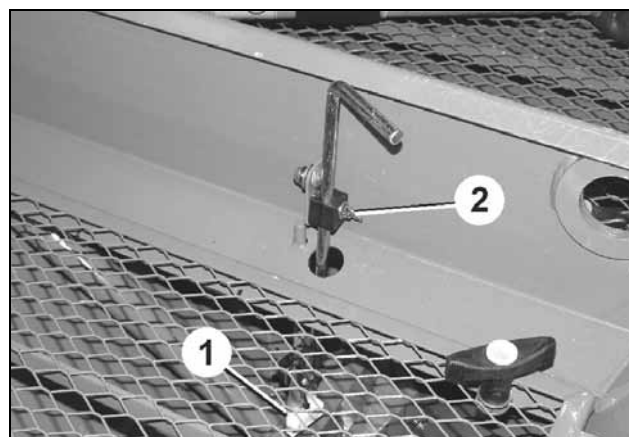

Fig. 109
1. Allentare il dado ad alette (Fig. 109/2).
2. Regolare l'altezza del sensore del livello di riempimento (Fig. 109/1) in base alla quantità residua di semente desiderata.